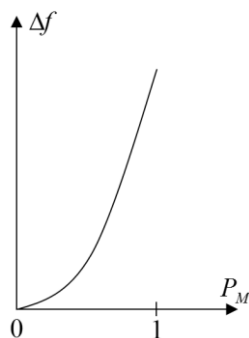

Рис.2.9. Иллюстрация к задаче 2.14
**2.14.** Что можно сказать о соотношении между  $|e_{nd}|$  и  $U$ , если зависимость  $\Delta f(P_M)$  соответствует рис.2.9?